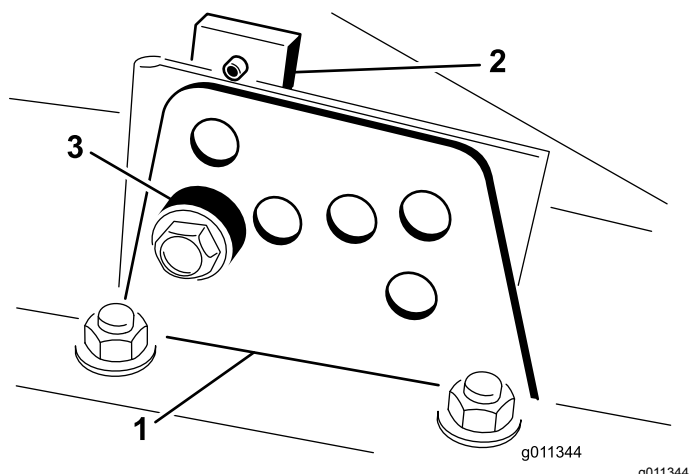

Figura 21
2. Afloje el perno que sujeta cada soporte de altura de corte a la pletina de altura de corte (delante y en cada lado), tal y como se muestra en la Figura 21.
4. Sujetando la cámara, retire el espaciador (Figura 21)